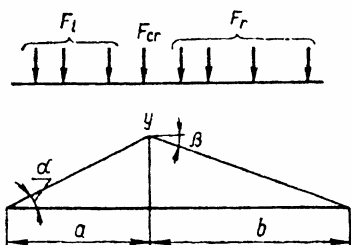

Рис.9
Применяя формулу (12), составляем величину приращения  $\Delta S$  при движении нагрузки слева к опасному положению и далее вправо от опасного положения (рис.9) и учитываем, что в первом случае приращение  $\Delta S$  должно быть положительным, а во втором – отрицательным. Таким образом, приходим к двум неравенствам